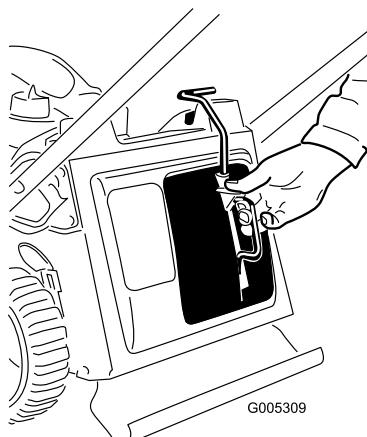
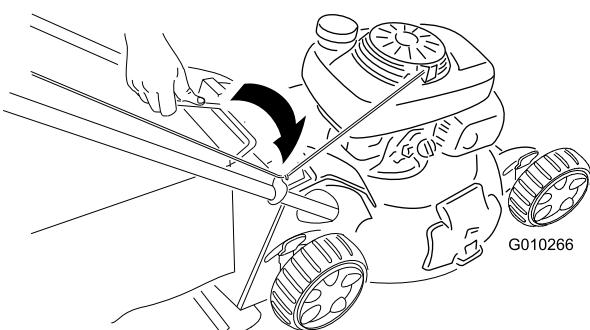

Figura 20
Figura 21
- Instale el tapón de reciclado (Figura 20) o la bolsa de recortes (Figura 21) en el cortacésped.